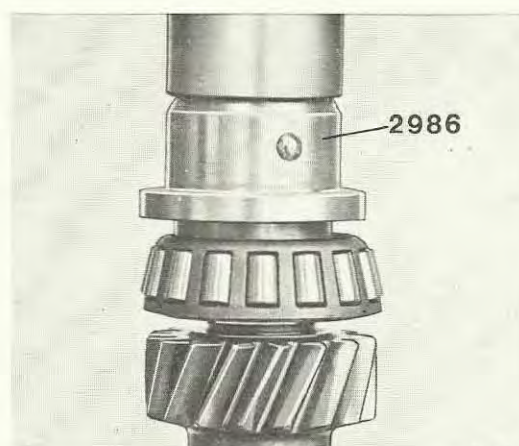

Bild 5. Montering av bakre innerring
2. Pressa bakre lagrets innerring på mellanaxeln med dorn 999 2986 (bild 5). Placera mellanaxeln på botten i växellådshuset.